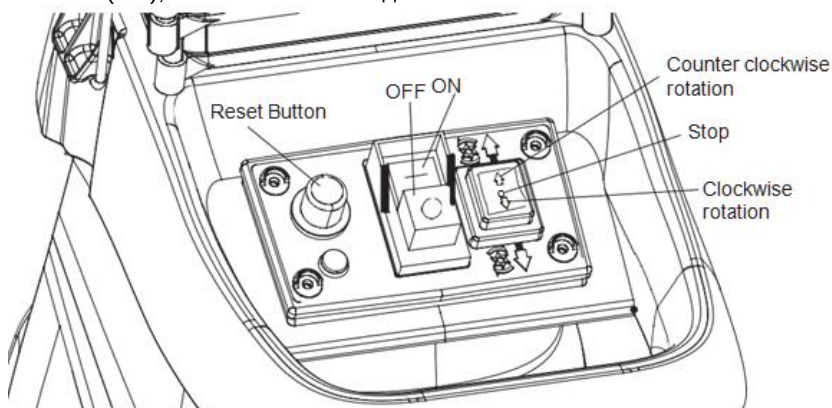

Рис. 5
- 3) Переведите трехходовой переключатель в положение вращения по часовой стрелке (Clockwise rotation); Нажмите кнопку включения "I" (ON), чтобы включить садовый измельчитель. см. Рис. 5
Внимание: если измельчитель остановился во время работы, немедленно нажмите кнопку "Stop" (средняя часть трехходового переключателя; см. Рис. 5), затем нажмите переключатель реверса Counter clockwise rotation (вращение против часовой стрелки), а затем нажмите кнопку выключения "O" (OFF), чтобы выключить садовый измельчитель после удаления застрявших веток, см. Рис. 5.
Защита от перегрузки (Reset Button), см. Рис. 5